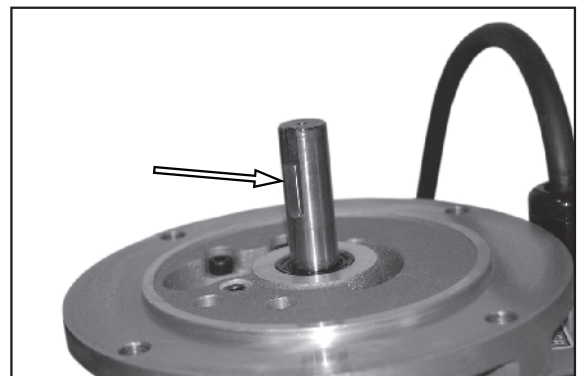

Abbildung 35.
2. Siehe Abbildung 35. Vierkantschlüssel entfernen.